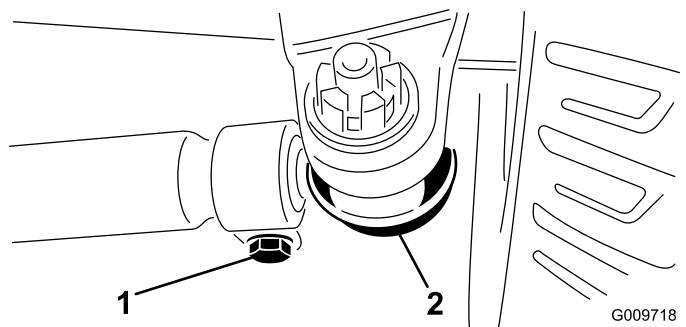

図 49
2. 調整が必要な場合は、タイロッドのボールジョイントのコッターピンとナットを外す図 49。次に、タイロッドのボールジョイントをアクスルケースのサポートから外す。
3. タイロッド両側のクランプをゆるめる図 49。